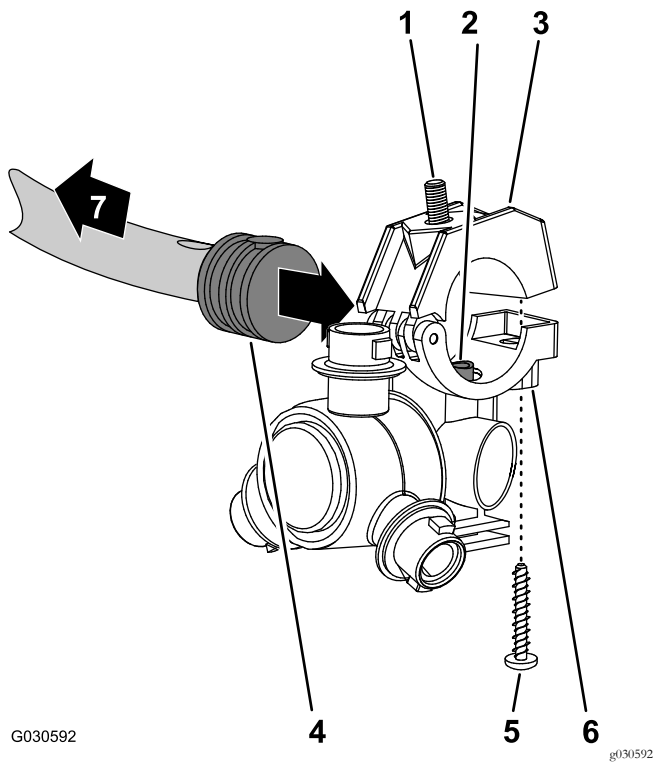

图129
1. 将喷嘴鞍座中的转接管 图129与单宝塔软管柄 1/2 英寸一侧中的孔对齐。
- 闭合夹具上半部分将宝塔软管柄夹在其中然后使用不锈钢螺丝#12 x 1-1/4 英寸将夹具上半部分与喷嘴主体图129固定到一起上紧不锈钢螺丝扭矩至 14~18N·m。